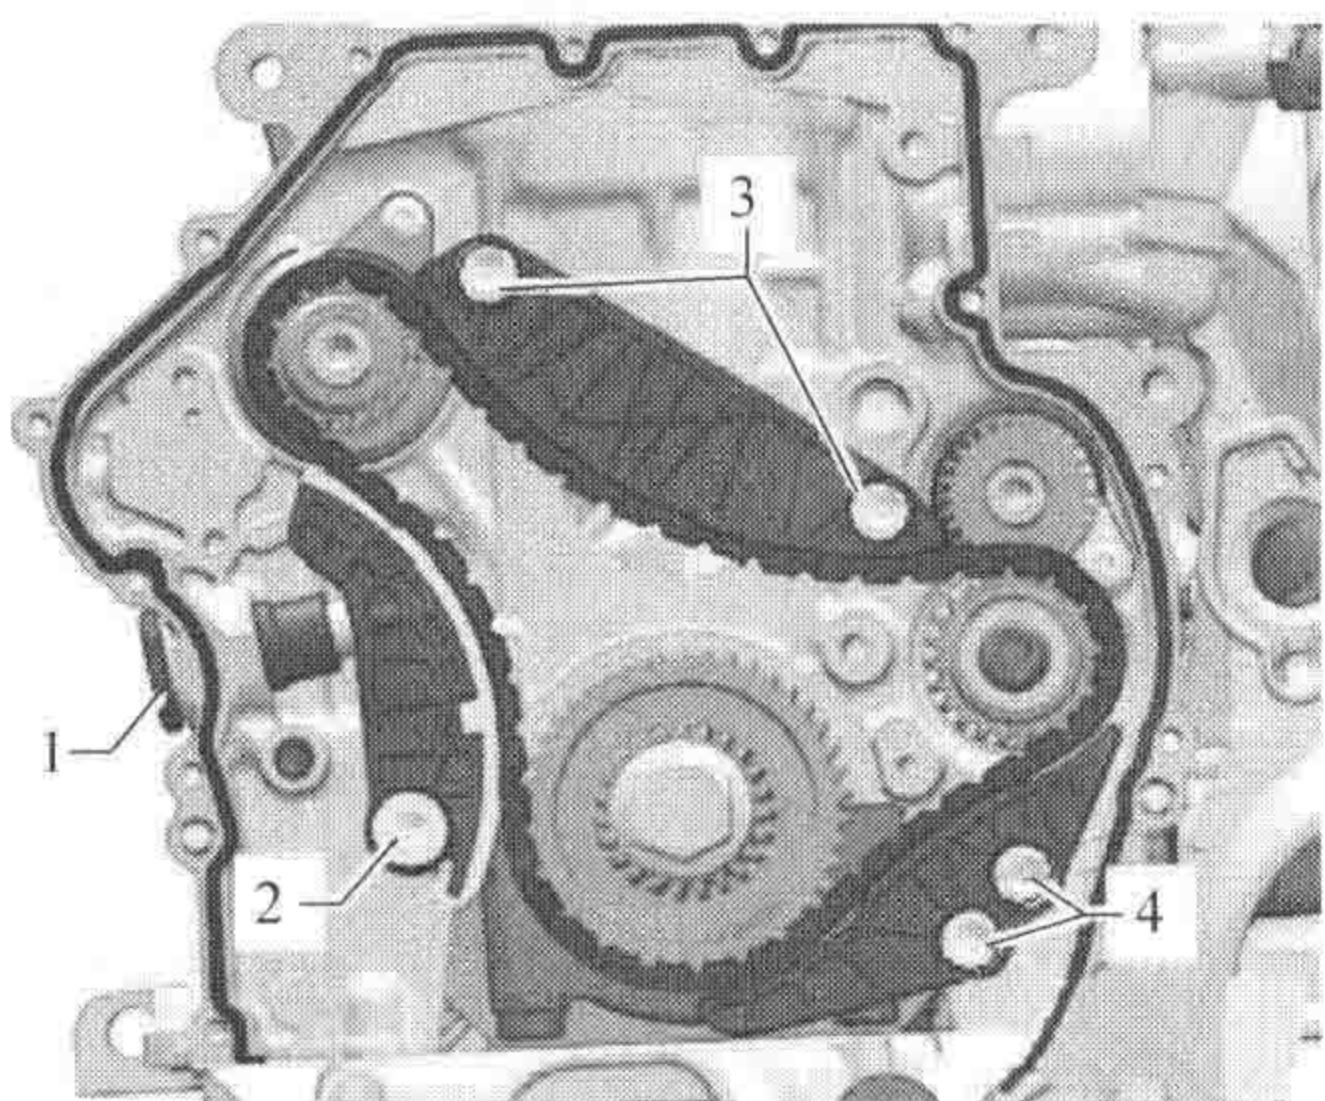

图 1-1-7
(8) 拆卸正时链张紧轨和凸轮轴正时链滑轨，取下凸轮轴正时链条。
(9) 如图 1-1-7 所示，拆卸平衡轴正时链的链条张紧器 1、张紧轨 2、滑轨 3 和滑轨 4，取下平衡轴正时链条。
(3) 如图 1-1-7 所示，安装正时链滑轨 4 并拧紧螺栓。
(4) 如图 1-1-7 所示，安装正时链滑轨 3 并拧紧螺栓。
(5) 如图 1-1-7 所示，安装正时链张紧轨 2 并拧紧螺栓。
(6) 涂防松剂后安装正时链的链条张紧器 1 (图 1-1-7)。